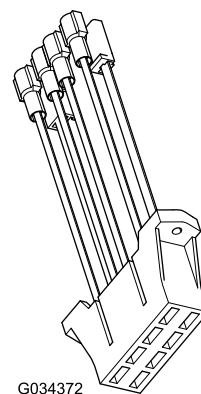

図 21
2. ヒューズブロックに空きがない場合は、ヒューズブロックに補助ヒューズブロック 図 21 を取り付ける。